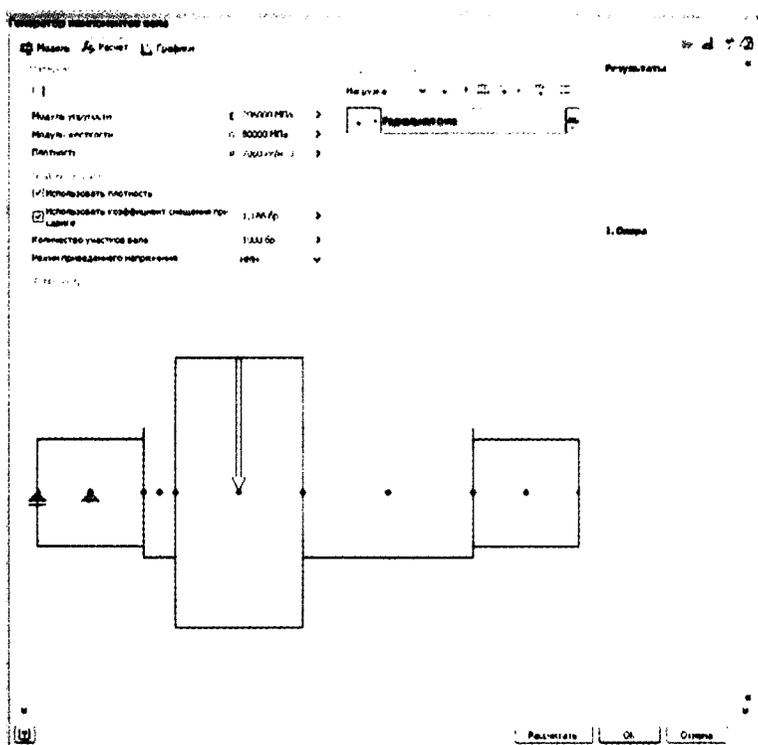

Рис. 8.8. Вкладка Расчет генератора вала
2. Щелкните на вкладке **Расчет**, чтобы открыть дополнительные опции. См. рис. 8.8.